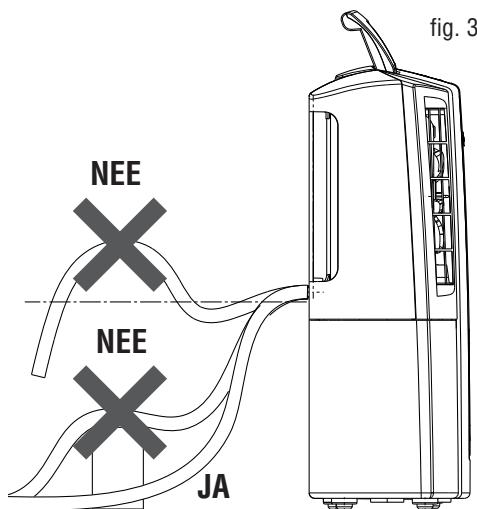

fig. 3
- 3) Let erop dat de slang nooit boven de afvoertuit komt. Is dit wel het geval, dat blijft het water in het reservoir staan; controleer bovendien of de slang niet bekneld zit (fig. 3).